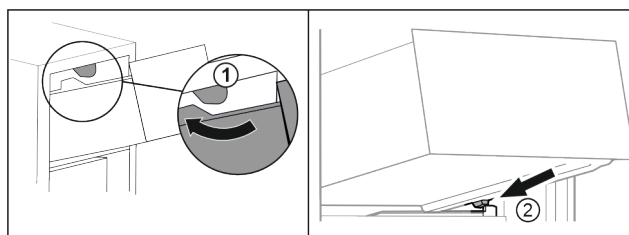

Fig. 83
- ▶ Predal speljite okrog zgornjih zaustavljalnikov. Fig. 83 (1)
- ▶ Predal postavite v poševnem položaju za spodnjimi zaustavljalniki na nastavek za posodo. Fig. 83 (2)